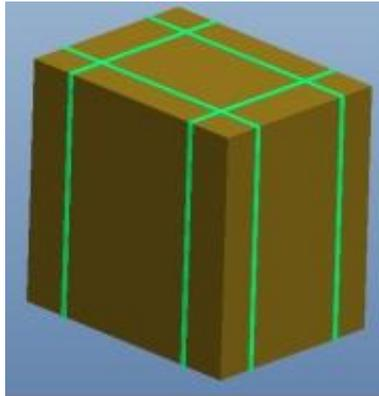

Figura 4-1
1. Examine visualmente el paquete antes de abrirlo, que suele ser como se muestra en la Figura 4-1. Si hay signos de una manipulación indebida o de daños, comuníquese con el transportista de inmediato para presentar el reclamo por daños.